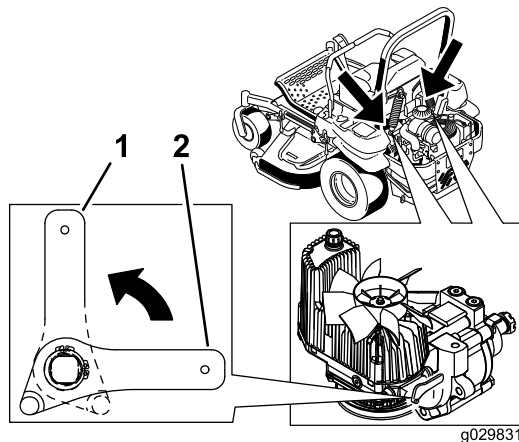

Figure 39
2. Tournez les leviers des vannes de déblocage en position verticale pour pousser la machine. Cela permet à l'huile hydraulique de contourner la pompe et aux roues de tourner (Figure 39).
4. Tournez les leviers des vannes de déblocage en position horizontale pour utiliser la machine (Figure 39).